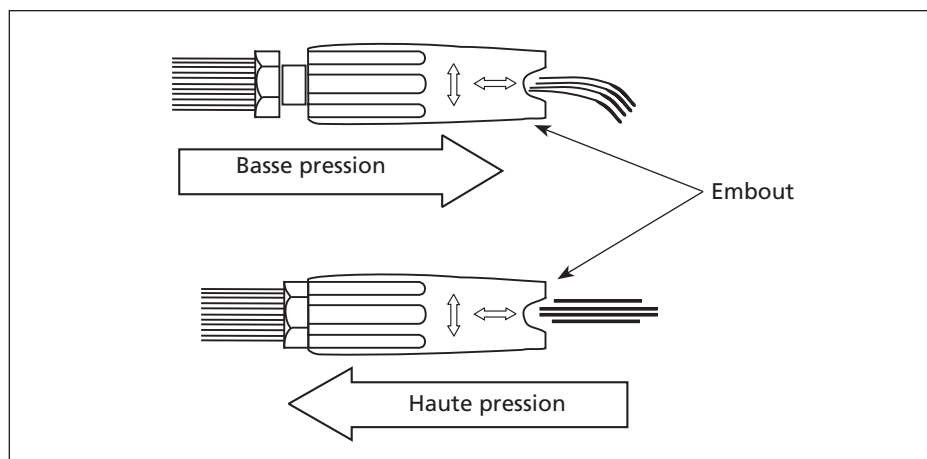

Figure 15 - Ajustez l'embout selon la pression
3. Placez la main autour de la section à l'extrémité de pulvérisation de la lance (la section qui tourne de gauche à droite). Tirez fermement et rapidement en éloignant de vous. (NOTE : N'ajustez pas la lance en pulvérisant.) La lance sortira de 12,7 mm (1/2 po) et sera à basse pression (voir figure 15). Le savon ne peut être utilisé qu'en basse pression.